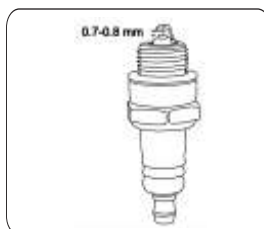

Рис. 17
**УХОД ЗА СВЕЧОЙ ЗАЖИГАНИЯ (Рис. 17).**